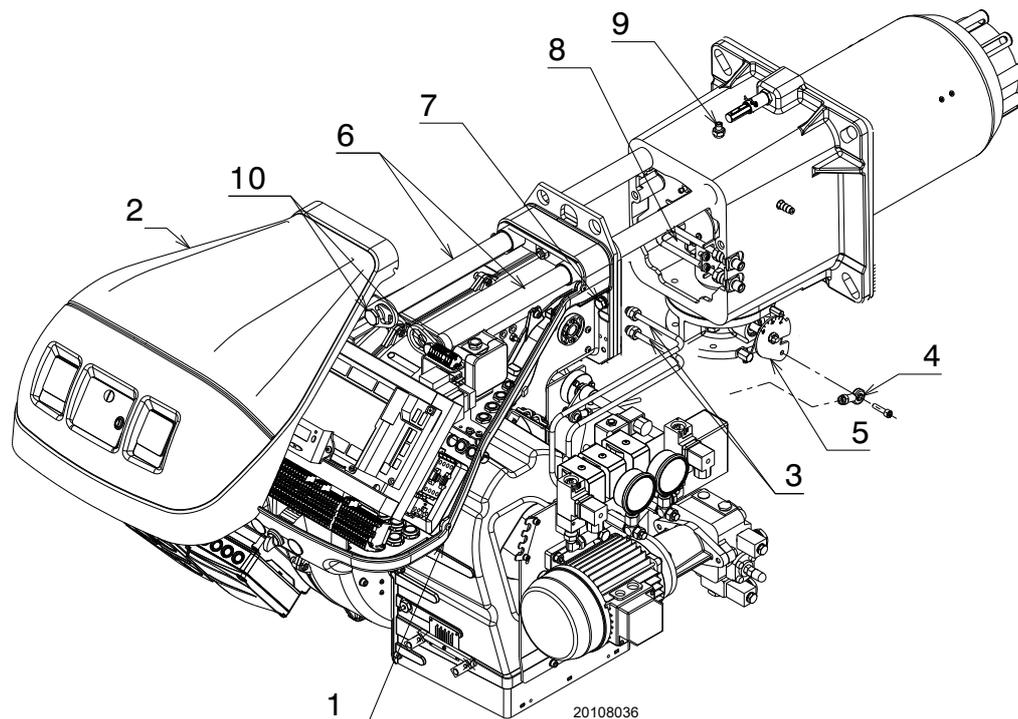

Abb. 61
- Lösen Sie die 4 Schrauben 1)(Abb. 61) und entfernen Sie die Verkleidung 2).